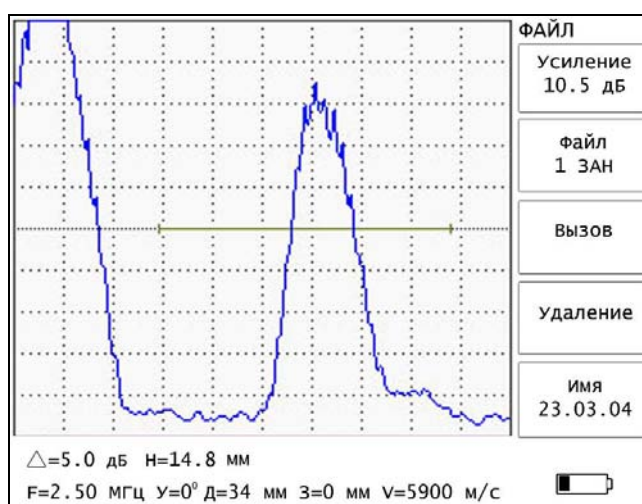

Рис. 5.13.
5.5.8. Меню «**ФАЙЛ**» содержит следующие параметры (рис. 5.13).